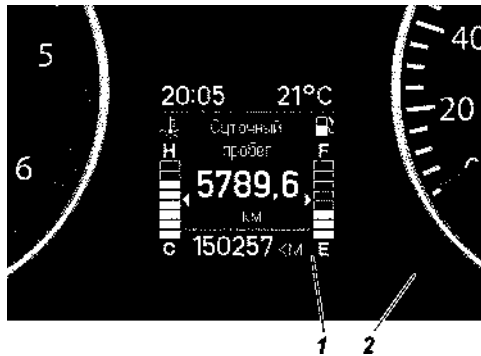
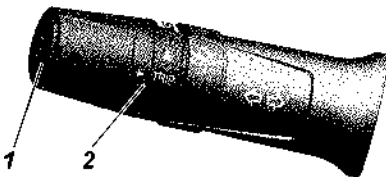

Рис. 3.5. Управление маршрутным компьютером на комбинации приборов: 1 -жидкокристаллический дисплей; 2 -переключатель маршрутного компьютера
Рис. 3.6. Органы управления маршрутным компьютером на левом рычаге подрулевого переключателя:
Информация маршрутного компьютера высвечивается на жидкокристаллическом дисплее 1 комбинации приборов (рис. 3.5).
Выбор режимов маршрутного компьютера осуществляется поворотом переключателя 2 (рис. 3.5) в комбинации приборов либо кольца 2 (рис. 3.6) на левом подрулевом переключателе.
Средняя строка отображает переменные данные, настройка значений которых осуществляется поворотом по часовой стрелке или против часовой стрелки переключателя 2 (рис. 3.5) или кольца 2 «TRIP» (рис. 3.6).
- суточный пробег автомобиля. Сброс показаний счетчика суточного пробега производится продолжительным (более 2 с) нажатием на кнопку 2 (рис. 3.5) или 1 «OK/RESET» (рис. 3.6);